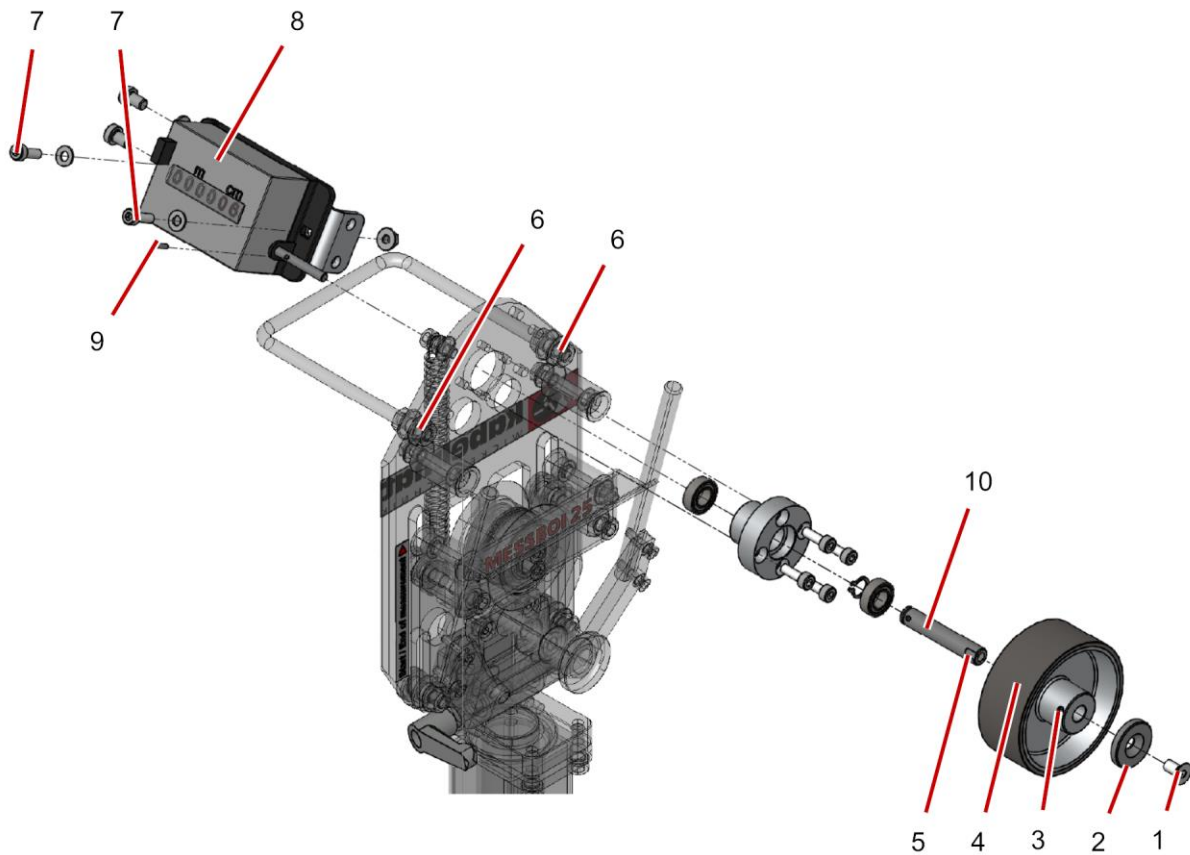

Abb. 11 Zähler / Messrad tauschen - MESSBOI 25
- ▶ Senkschraube Abb. 11, 1 lösen.
- ▶ Senkschaube und Vorlegescheibe Abb. 11, 2 entfernen.
- ▶ Gewindestift Abb. 11, 3 lösen.
- ▶ Messrad Abb. 11, 4 abziehen.
- ▶ Gewindestift festziehen. Dabei darauf achten, dass der Gewindestift gegen die Schlüssel­fläche Abb. 11, 5 geschraubt wird.
- ▶ Muttern Abb. 11, 6 am Griff lösen und Griff nach unten senken.
- ▶ Innensechskantschrauben Abb. 11, 7 lösen.
- ▶ Zähler Abb. 11, 8 abziehen.
- ▶ Zylinderstift Abb. 11, 9 rausziehen und Welle Abb. 11, 10 abziehen.